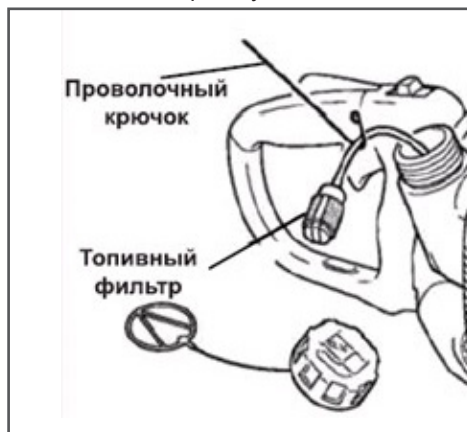

Рис. 9 Обслуживание топливного фильтра
2. Согните кусок мягкого провода в виде небольшого крючка (Рис. 9).